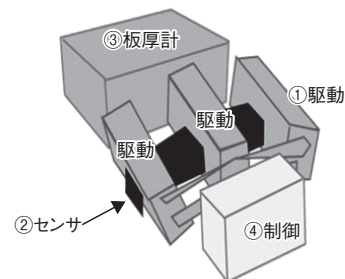
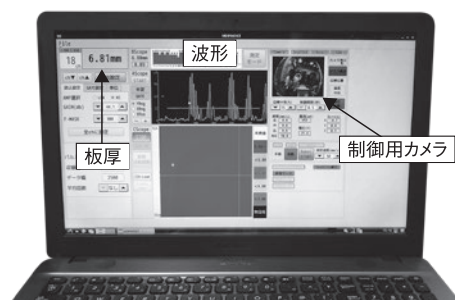

図1: 走行機
図2: 制御PC
UDP-32は走行機—制御PC間をワイヤレス (Wi-Fi) 通信で行うことが特長であり、通信距離は実現場で最大50mである。4つのユニットから成る走行機 (図1) と制御用PC (図2) から構成される。①駆動ユニット: 吸着力18kgfのマグネットローラを6つ搭載し対象物の曲率に合わせて吸着させる。②センサ: 32個の腐食検出に適した超音波センサを採用し、一度に最大340mm幅の板厚測定が可能である。③超音波厚さ計: 無線遠隔操作で条件設定が可能である。測定方式は、R-B1又はB1-B2と塗装の有無や対象物に合わせて選択する。④制御ユニット: コントローラによるモーター制御を行い、測定速度 (30~150mm/s) や走行方向の調整が可能である。前方カメラでモニタリングを行い、溶接線の乗り越えなどを確認しながら走行させる。その他の特長: バッテリーによる駆動で100Vの電源が確保できない高所作業に有効である。また、走行機は自動制御機能を有しており、走行の罫書きが出来ない場合などに有効な機能である。測定したい方向からレーザー光を照射させ、前方カメラでレーザー光を認識し位置を自動で補正することができる。